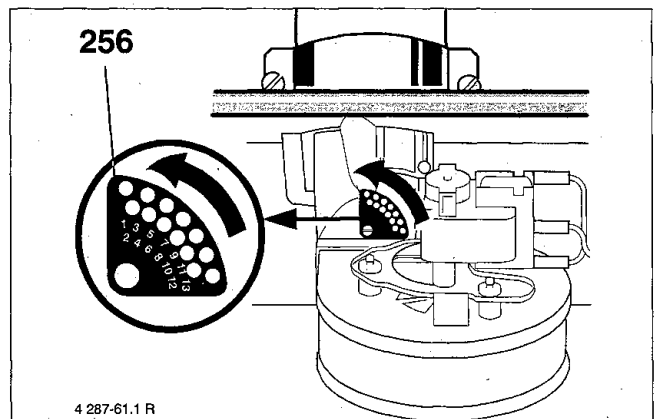

Bild 67
- Verdrehen Sie die Drosselblende (256) so, bis das Loch mit der entsprechenden Kennziffer für die Blendeneinstellung senkrecht steht (Bild 67).